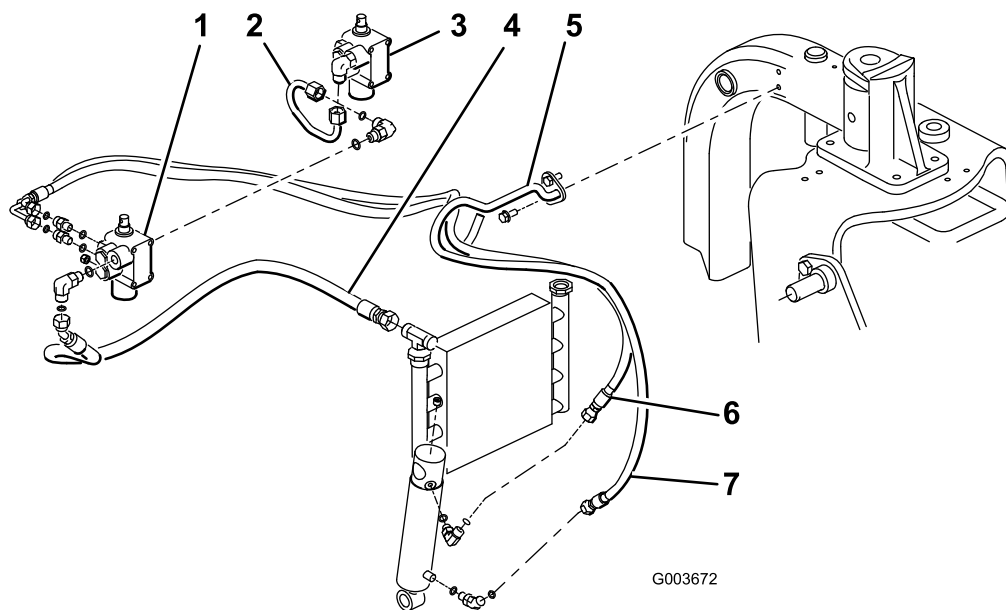
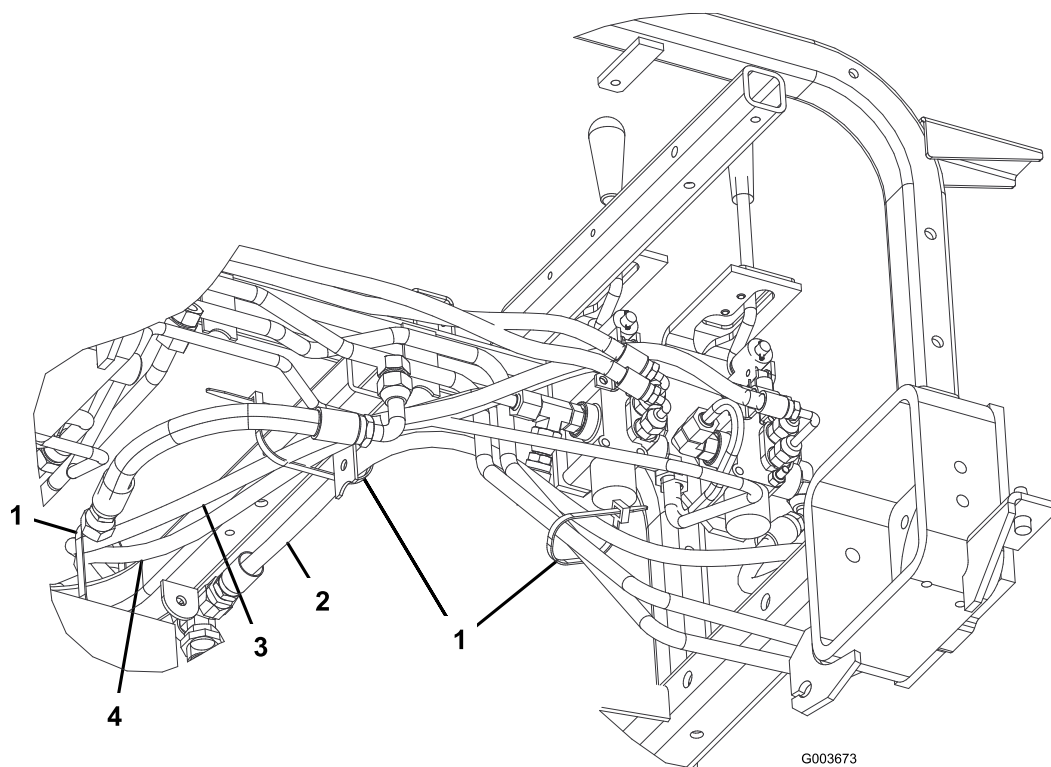
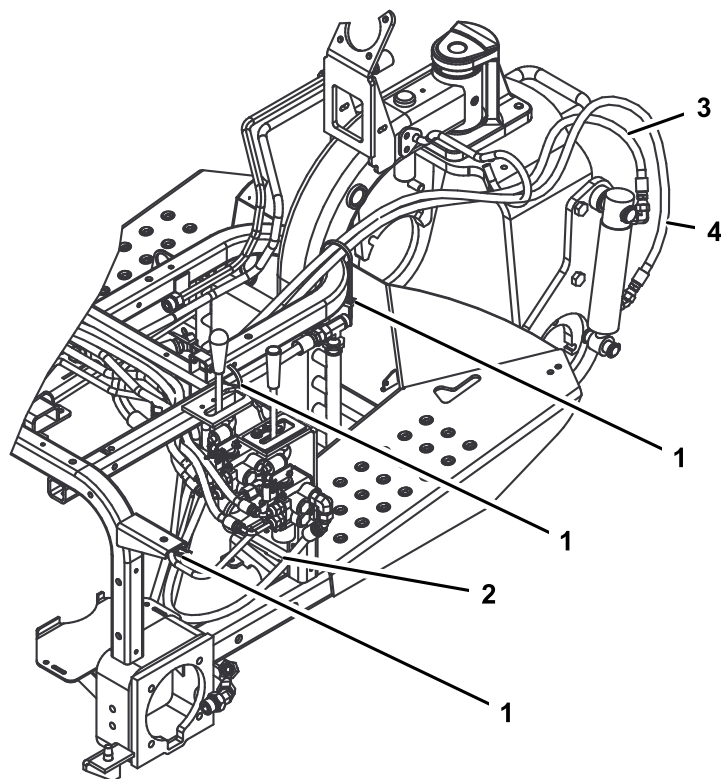

Figura 14
Figura 15
Figura 16
Nota: Per ridurre al minimo la perdita d'olio durante la rimozione del tubo idraulico, tenere pronto il flessibile di ricambio o chiudere il raccordo sul radiatore utilizzando uno dei tappi protettivi rimossi dal gruppo tubo, codice N. 108-8447 (Figura 14).
4. Collegare il gruppo tubi, n. comp. 108-8447, al raccordo a 90° sul lato sinistro della nuova valvola e il raccordo vuoto sulla valvola di sollevamento esistente (Figura 14).
sul lato destro della valvola e l'estremità diritta del flessibile al raccordo del radiatore dell'olio vuoto (Figura 14). Ved. Figura 15 e Figura 16 per la posa dei tubi.
6. Montare il supporto del tubo sul tubo del telaio sinistro con 2 viti autofilettanti (5/16 x 3/4 pollice) (Figura 14).
7. Collegare l'estremità corta del raccordo a 90 gradi del flessibile idraulico, codice N. 108-8453, al raccordo diritto superiore sul retro della valvola. Posare il tubo facendolo passare attraverso il supporto e collegare l'estremità diritta del flessibile al raccordo del cilindro idraulico superiore (Figura 14). Ved. Figura 15 e Figura 16 per la posa dei tubi.
8. Collegare l'estremità lunga del raccordo a 90 gradi del flessibile idraulico, codice N. 108-8454, al raccordo diritto inferiore sul retro della valvola. Posare il tubo facendolo passare attraverso il supporto e collegare l'estremità diritta del flessibile al raccordo del cilindro idraulico inferiore (Figura 14). Ved. Figura 15 e Figura 16 per la posa dei tubi. Accertarsi che i tubi siano posati lontano da componenti appuntiti, caldi o mobili.
10. Utilizzare fascette per cablaggio per fissare i flessibili alla macchina, nei punti indicati nella Figura 15 e Figura 16.